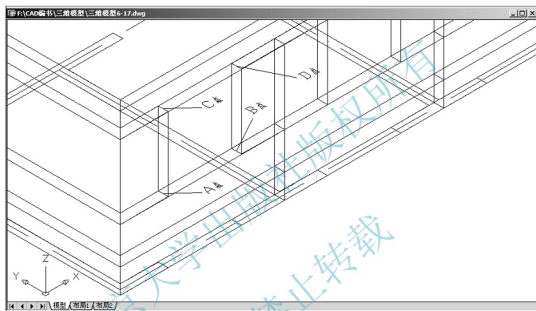

图 6.17 调整视图
将当前图层切换为【门窗框】图层, 并打开“6.16.dwg”图形, 用【窗口放大】命令将视图调整至如图 6.17 所示的状态。
(1) 在命令行输入“UCS”后按 Enter 键, 执行改变用户坐标系操作。
① 在输入选项 [新建 (N)/ 移动 (M)/ 正交 (G)/ 上一个 (P)/ 恢复 (R)/ 保存 (S)/ 删除 (D)/ 应用 (A)/ ? / 世界 (W)] <世界>: 提示下, 输入“3”, 表示用 3 点来定义用户坐标系。
② 在指定新原点 <0, 0, 0>: 提示下, 用端点捕捉如图 6.17 所示的 A 点作为新用户坐标的原点。
③ 在在正 X 轴范围上指定点 <202.281, 150>: 提示下, 用端点捕捉如图 6.17 所示的 B 点, 那么 A 点和 B 点的连线即为新用户坐标系的 X 轴, 其方向为由 A 点到 B 点。
④ 在在 UCS XY 平面的正 Y 轴范围上指定点 <261.282, 150. >: 提示下, 再次用端点捕捉如图 6.17 所示的 C 点, 则 A 点和 C 点的连线即为新用户坐标系的 Y 轴, 其方向为由 A 点到 C 点。
(1) 在命令行输入“PL”后按 Enter 键,启动绘制多段线命令。
(2) 在**指定起点**: 提示下,捕捉如图 6.17 所示的 B 点作为多段线的起点。
(3) 在**指定下一个点或 [圆弧(A)/半宽(H)/长度(L)/放弃(U)/宽度(W)]**: 提示下,输入“W”后按 Enter 键。
(4) 在**指定起点宽度 <0.0000>**: 提示下,输入“160”后按 Enter 键。
(5) 在**指定端点宽度 <160.0000>**: 提示下, 按 Enter 键执行尖括号内的默认值“160.0000”。
(6) 在**指定下一点或 [圆弧 (A)/ 闭合 (C)/ 半宽 (H)/ 长度 (L)/ 放弃 (U)/ 宽度 (W)]**: 提示下, 依次捕捉如图 6.17 所示的 A 点、C 点和 D 点。